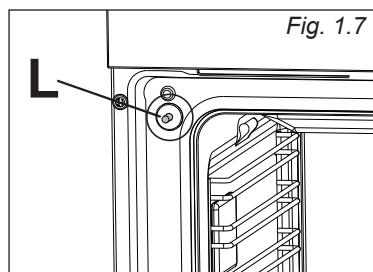

Fig. 1.7
**IMPORTANTE** (solo per alcuni modelli): Quando si movimenta l'apparecchio, prestare particolare attenzione a non danneggiare la leva sensore porta "L" (fig. 1.7) (vicina all'angolo in alto a sinistra della guarnizione del forno).